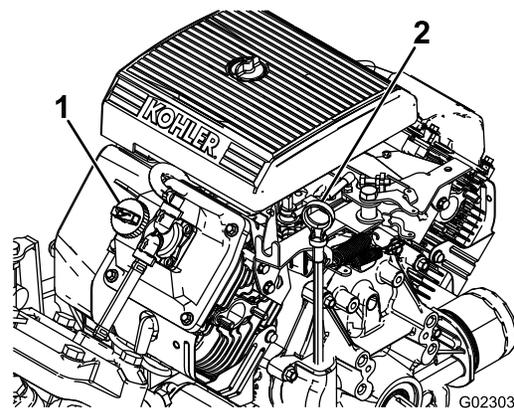

図 11
2. ディップスティックを抜ききれいなウェスで一度拭く **図 11**。
4. 油量が少なければバルブカバー **図 11** の上についている補給口を開け、ディップスティックの FULL マークまでオイルを補給する。オイルの種類や粘度の選択については **エンジンオイルについて (ページ 45)** を参照